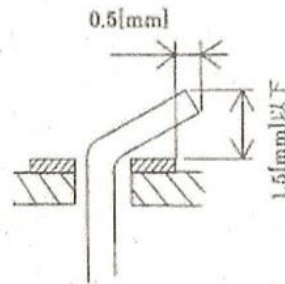

図 13 リード線の折り曲げ
- ⑤炭素皮膜抵抗器のリード線は、ランドにほぼ密着させて折り曲げ、図13との位置関係に示すように切断すること。リード線の曲げ方向は規定しない。